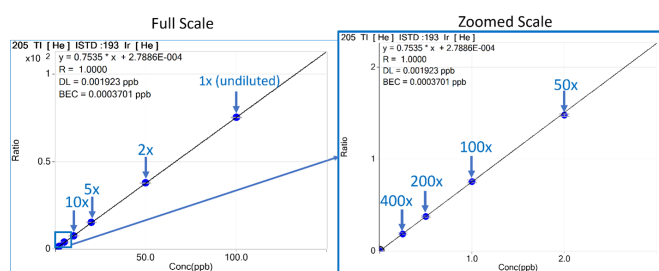

図 4. 左: Agilent ICP-MS MassHunter ソフトウェアで生成した、0.25 ~ 100 µg/L の ²⁰⁵Tl の ICP-MS 検量線。相関係数が R= 1.0000 と非常に高くなっています。右: ADS 2 で調製した低濃度標準溶液の、400 ~ 50 倍の部分の拡大図
0.25 ~ 100 µg/L のタリウム (²⁰⁵Tl) の代表的な ICP-MS 検量線を図 4 に示します。低濃度の検量線（右側に拡大図あり）の直線性が優れているのは、ADS 2 が標準液を 400 倍まで正確に希釈できていることを示します。